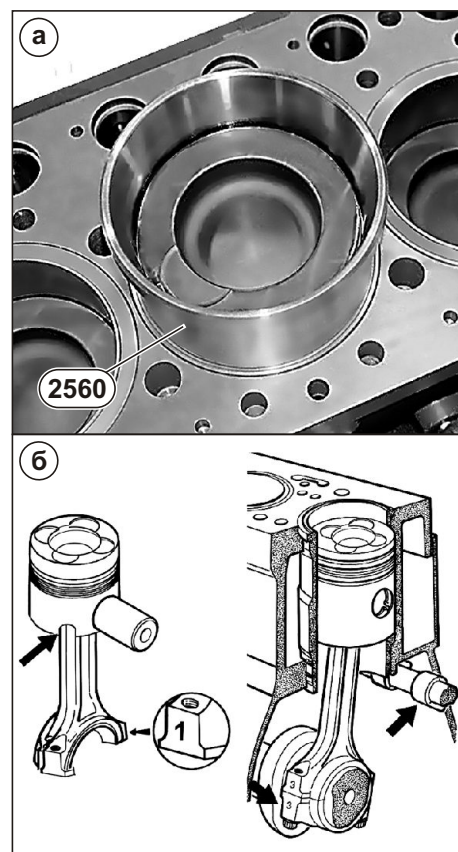

Рис. 99. Установка шатунно-поршневой группы.
3. Установить шатун в сборе с поршнем в блок цилиндров, используя приспособление 2560 (см. Рис. 99а).
4. Паз на юбке поршня под форсунку охлаждения поршня должен совпадать с расположением самой форсунки, а номера на шатунах должны быть со стороны, противоположной валу распределительному валу (см. Рис. 99б).